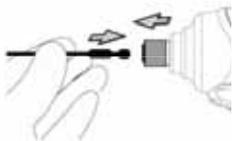

Fig. 1
1. Monter bitten ved at trække holderen i pilens retning, og sæt bitten så langt ind i holderen, som det kan komme. Slip derefter holderen for at fastgøre bitten. Som vist i (Fig. 1).